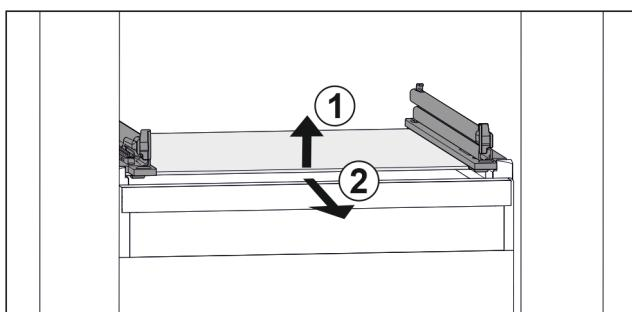

Fig. 102 Příklad znázornění skleněné desky
- Nadzvedněte skleněnou desku vpředu. Fig. 102 (1)
- Vyjměte skleněnou desku dopředu. Fig. 102 (2)